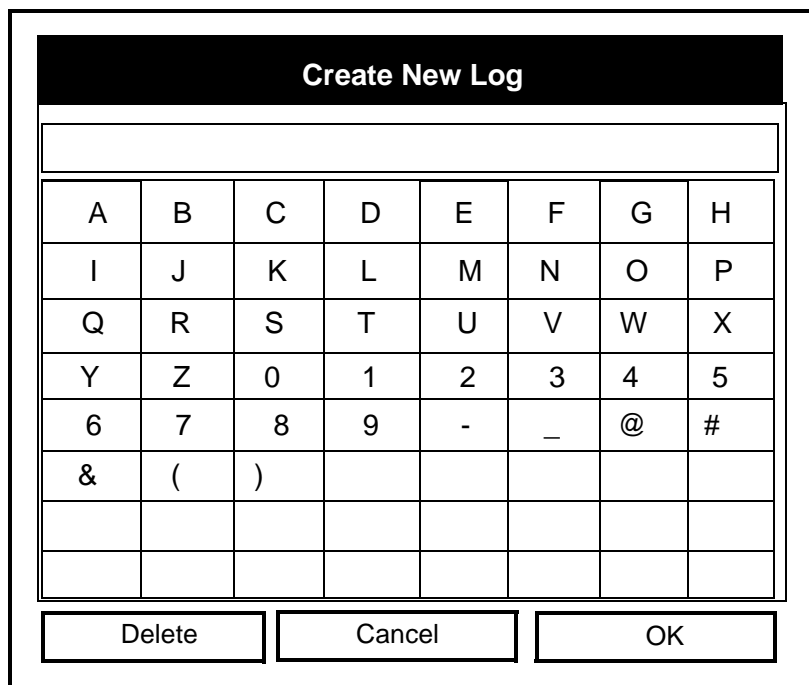

Figura 5-4: Ventana Create New Log (Crear registro nuevo)
2. Cuando se abra la ventana *Create New Log* (Crear registro nuevo) (consulte la figura 5-4), introduzca en primer lugar un nombre de registro utilizando las teclas de cursor para desplazarse hasta el carácter deseado y pulse [ENTER].